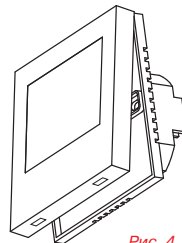

Рис. 4
8.2.4. Подсоедините шлейф платы питания к разъему на плате дисплея, соедините между собой обе части корпуса **рис. 4**.